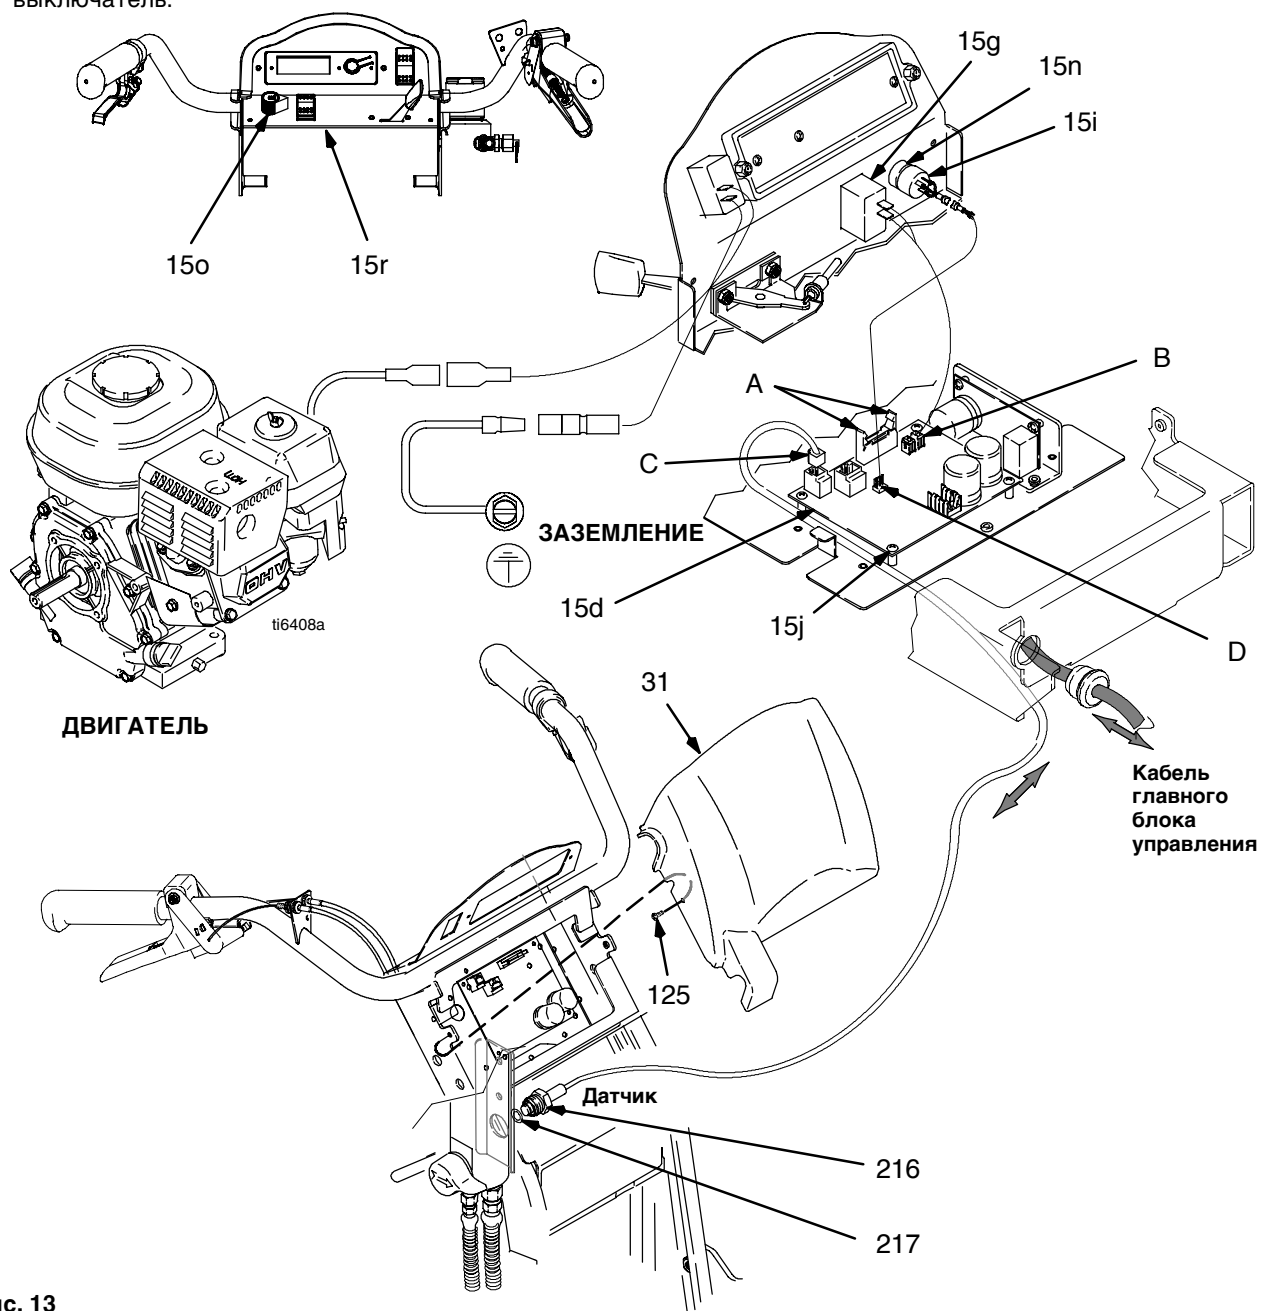

Рис. 13
2. См. Рис. 13. Отверните два винта (125) и крышку (31).
2. См. Рис. 13. Отверните два винта (125) и снимите крышку (31). Разведите защелки разъема дисплея на плате ПК и отсоедините разъем дисплея.
3. См. Рис. 13 и 21. Зарисуйте на бумаге расположение кабельных соединений, подходящих к пульта управления. Отсоедините кабели от пульта управления (15d).
4. См. Рис. 13. Выкрутите четыре винта (15j) из пульта управления (15d).
1. См. Рис. 13. Установите пульт управления (15d) с помощью четырех винтов (15j).
2. См. Рис. 13 и 21. Смотрите зарисовку по расположению кабельных соединений, подходящих к пульта управления. Подсоедините кабели к пульта управления (15d).
3. См. Рис. 13. Подсоедините разъем дисплея к плате ПК, закройте защелки разъема дисплея на плате ПК. Установите крышку с дисплеем (31) и закрепите ее двумя винтами (125).
2. Рис. 13. Выкрутите два винта (125) и снимите крышку (31).
4. Извлеките датчик регулятора давления (216) и уплотнительное кольцо (217) из корпуса фильтра (40).
1. См. Рис. 13. Установите уплотнительное кольцо (217) и датчик регулятора давления (216) в корпус фильтра (40). Затяните с усилием в 47–61 Нм.
3. Установите крышку (31) при помощи двух винтов (125).
3. Отсоедините провод (D) от пульта управления (15d).
2. См. Рис. 13. Установите потенциометр регулятора давления (15i), гайку вала, стопорную шайбу и ручку потенциометра (15o).
3. Подсоедините кабель (D) к пульта управления (15d).
4. Установите крышку (31) при помощи двух винтов (125).